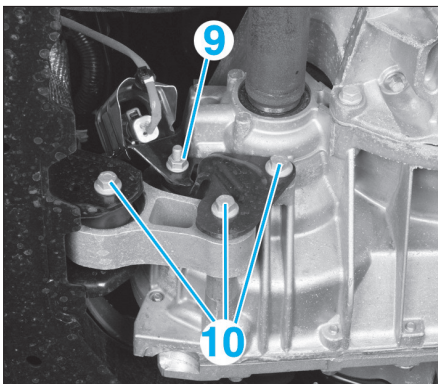

Fig. 6
- Déposer (Fig.6):
- l'écrou (9),
- les vis (10) de la biellette anticouple.
- Déposer (Fig.6) :